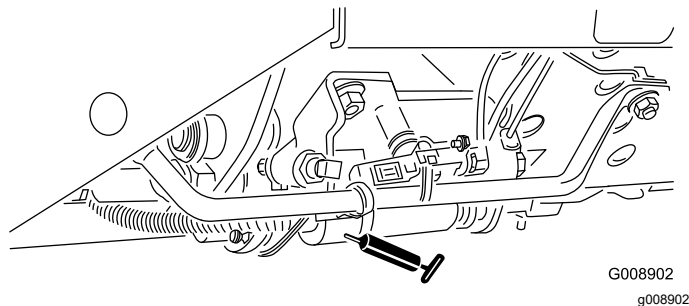

Figure 67
- Sélecteur de tonte/transport (Figure 67)